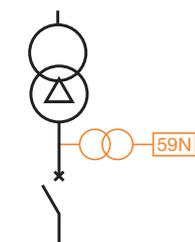

Fig. 101. Protección de desplazamiento de tensión de neutro.
- Se puede utilizar la protección de desplazamiento de tensión de neutro (ANSI 59N) si el neutro del sistema eléctrico aguas abajo está aislado de la tierra (fig. 101).